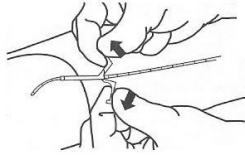

Figura 6
- Para retirar o introdutor peel away, quebre-o e rasgue-o, de maneira que ele se parta em dois, deixando o cateter no vaso. (Figura 6)